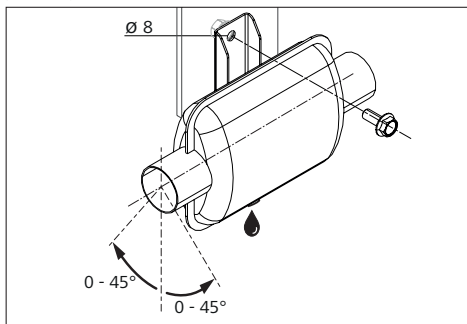

Fig. 22: Position de montage silencieux d'échappement (en mm)
- ▶ Veiller à une position de montage correcte Fig. 22.